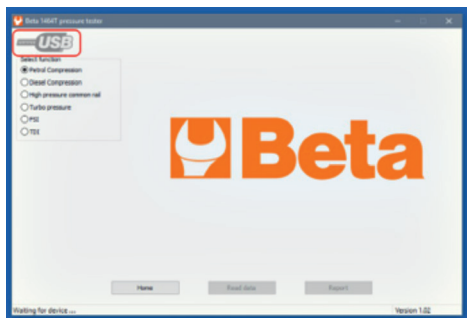
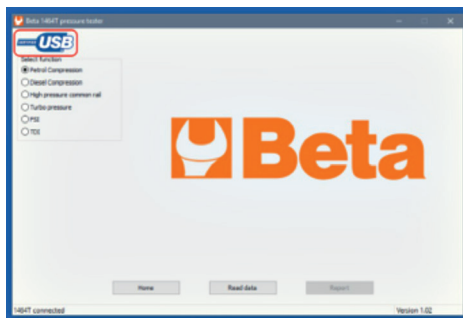

Fig. 2 (testador 1464T não conectado)
Fig. 3 (testador 1464T conectado)
- O logo USB no canto em cima à esquerda indica se o testador 1464T foi detectado. Ver fig. 2 e fig. 3.